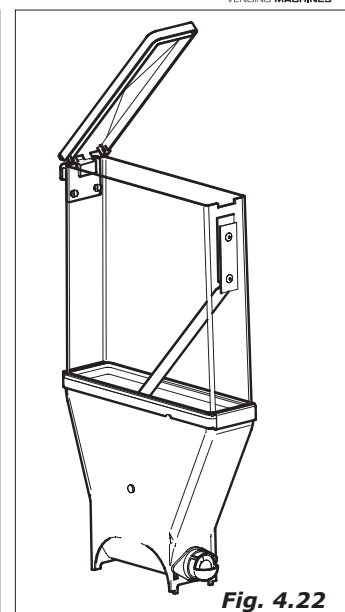

Fig. 4.22
- Rimuovere dagli stessi i coperchi e gli scivoli prodotti (Fig.4.22). Immergere tutto nella soluzione precedentemente preparata.